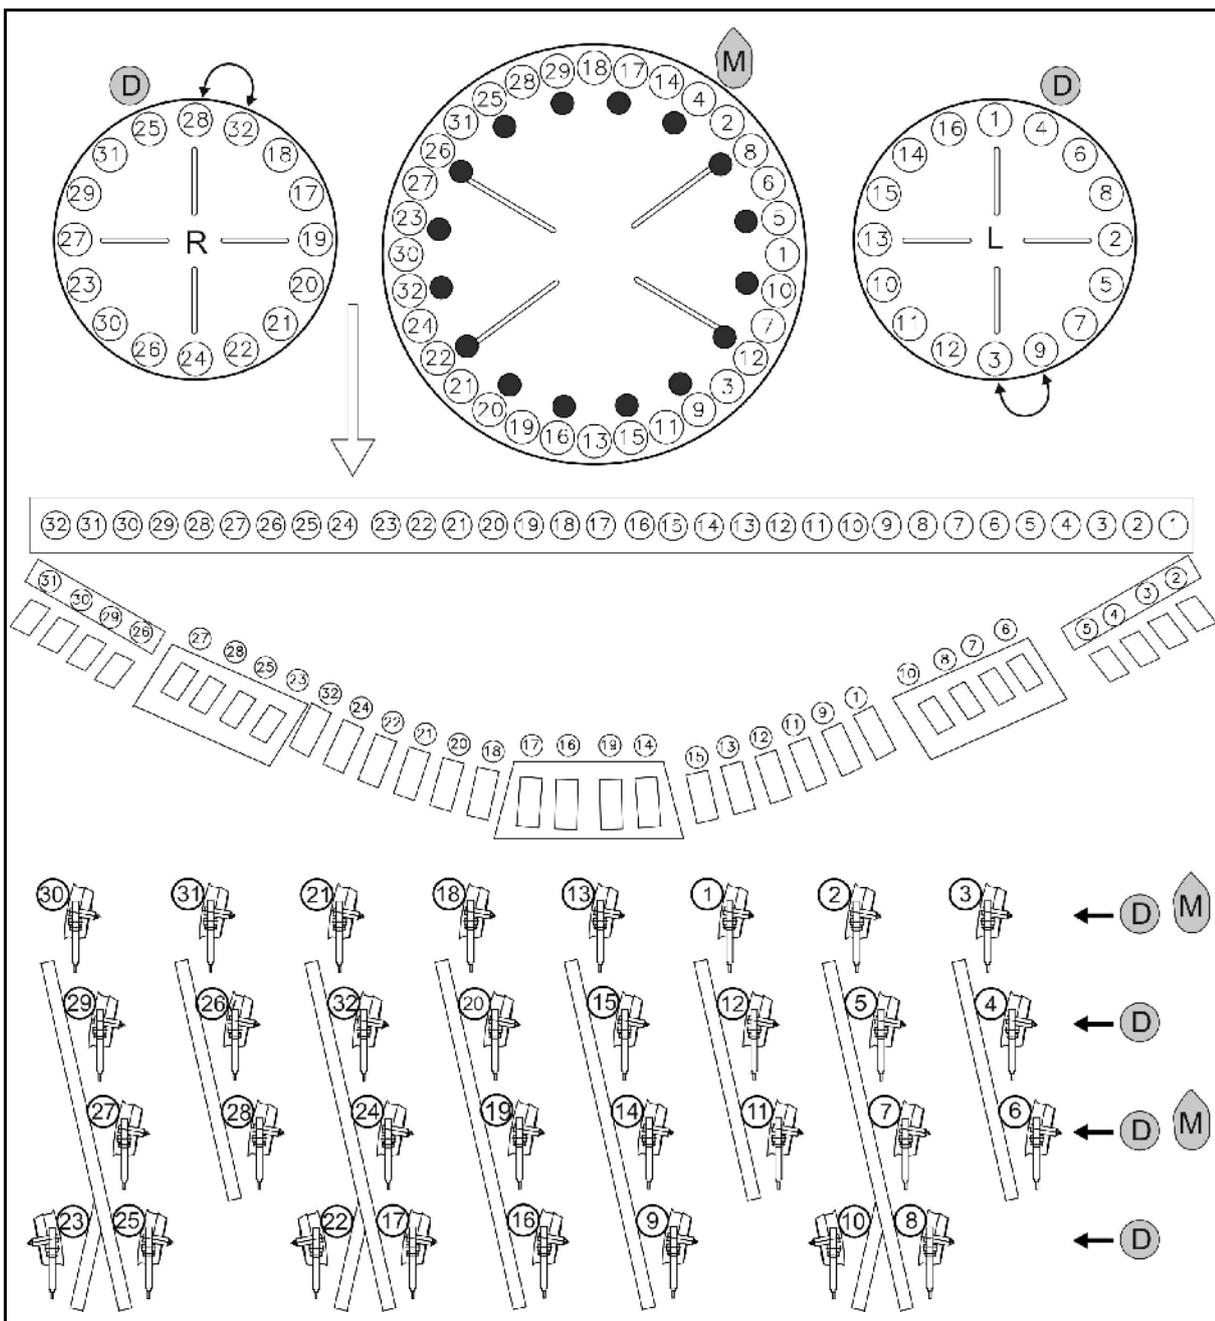

Fig. 53
- Maíz M: Montar los tapones de cierre correctamente Fig. 53.